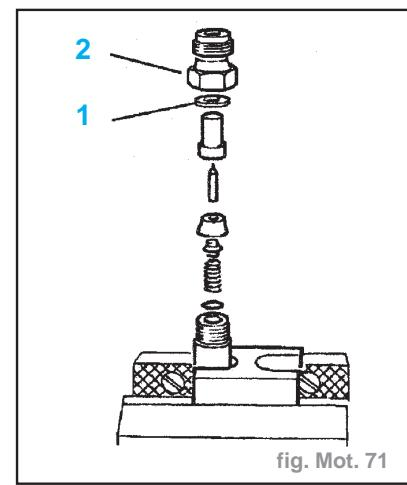

fig. Mot. 71
**Nota :** La rondelle pare-feu (1) doit être montée face bombée vers l'écrou (2) (fig. Mot. 71).